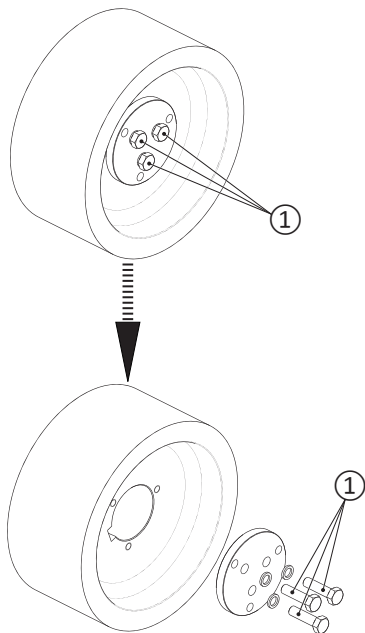
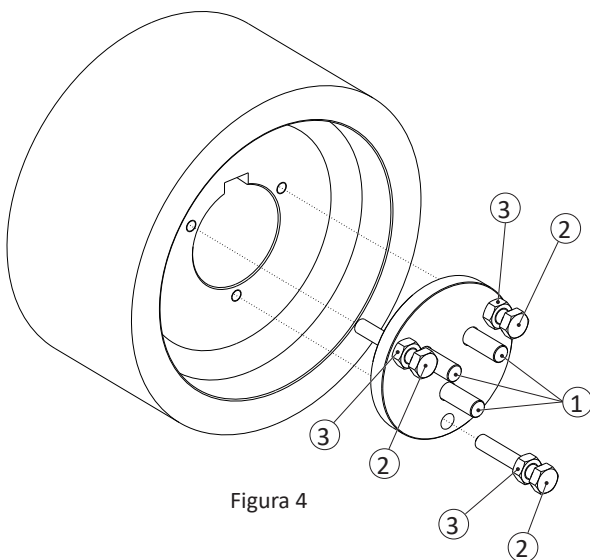

Figura 3
Figura 4
- Svitare le viti di fissaggio ① “Figura 3” e posizionarle come rappresentato in “Figura 4”.
- Avvitare i dadi ③ nelle viti ② e posizionarli come rappresentato in “Figura 4”.
- Avvitare per 15/20 mm le viti ② nei fori filettati presenti sulla puleggia.
- Procedere all'estrazione della puleggia serrando con sequenza circolare i dadi ③, mantenendo le viti ② fisse sulla puleggia.
- ① VITI M12x45
- ② VITI M10x60 (non presenti nella fornitura)
- ③ DADI M10 (non presenti nella fornitura)